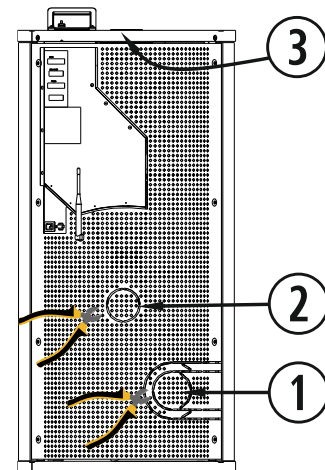

Figura 5
Não BIFLUXO: Retirar a proteção do extrator (①) e do tubo de entrada de ar (②). *Figura 5*